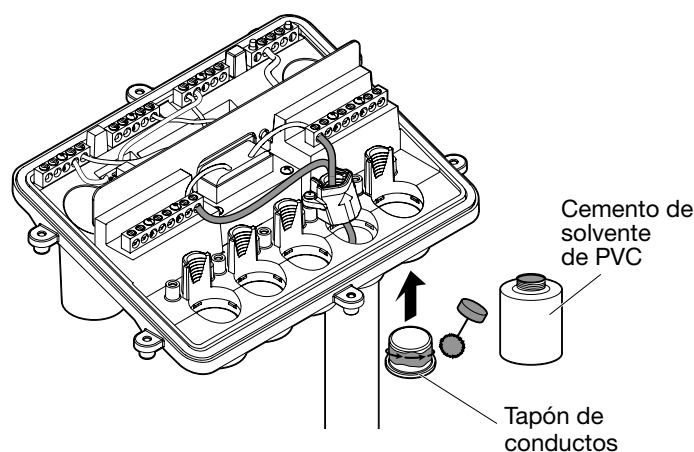

FIG. 10. Fijación de tapones de conductos
12. Selle todas las entradas de conductos sin utilizar con los tapones de conducto suministrados. Consulte FIG. 10: